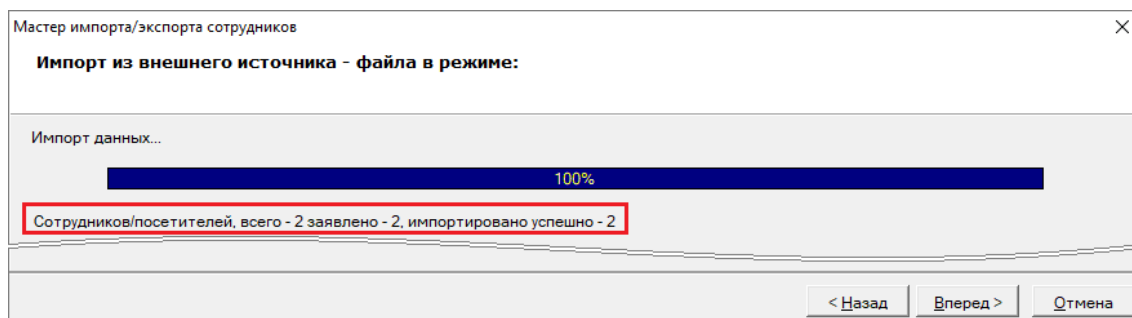

Рисунок 15-54 Информация об итогах операции импорта
- 4) В шаге «Импорт данных выбранных объектов» (см. п. 15.4.4) дождаться завершения операции импорта и убедиться в успешном импорте выделенного количества сотрудников в строке информации об итогах операции импорта (см. Рисунок 15-54);